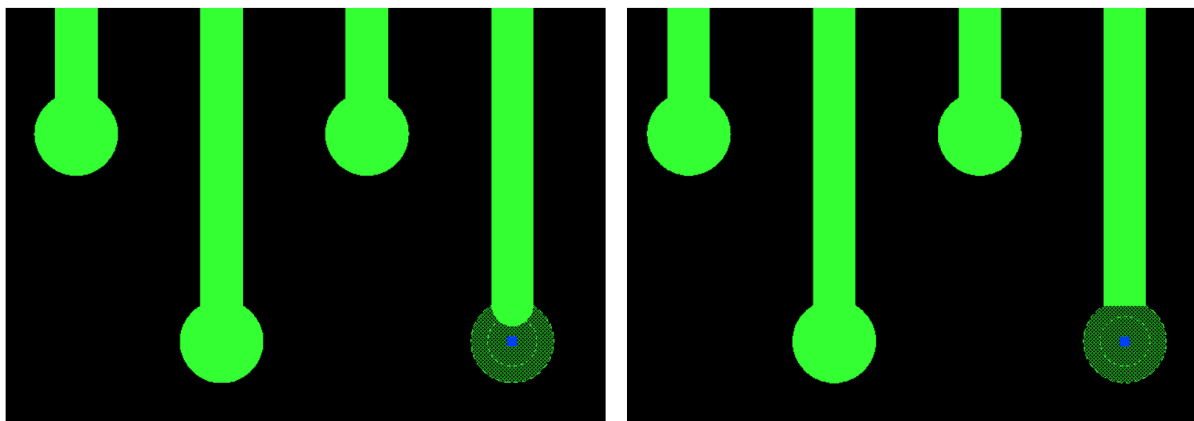

Рис. 93 Пример отображения конца трека
- В поле «Скругление концов треков и дуг» установите флаг, если необходимо обеспечить скругление концов треков и дуг для экспортированных данных, см. Рис. 93.